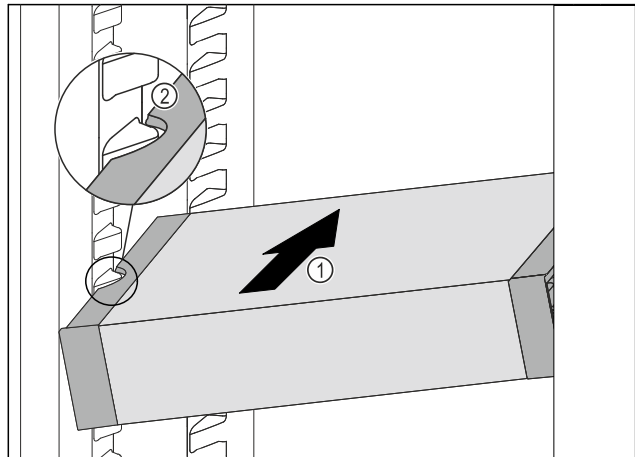

Fig. 83
- ▶ VarioSafe schuin in het koelgedeelte schuiven Fig. 83 (1), tot de uitsparingen aan de zijkant Fig. 83 (2) van de VarioSafe op de hoogte van de rib in het koelgedeelte zitten.